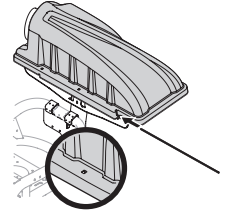

Figura 16
7. Deslice el pasador de bisagra (711-05079) en el orificio ubicado en la lengüeta de montaje, como se indica en la Figura 16. Use las ventanas recortadas (consulte el recuadro de la Figura 16) para alinear el pasador de bisagra del otro lado y empujelo hasta que llegue al tope. En este punto el pasador calza en su posición y queda asegurado por una lengüeta en la cubierta de la embolsadora.